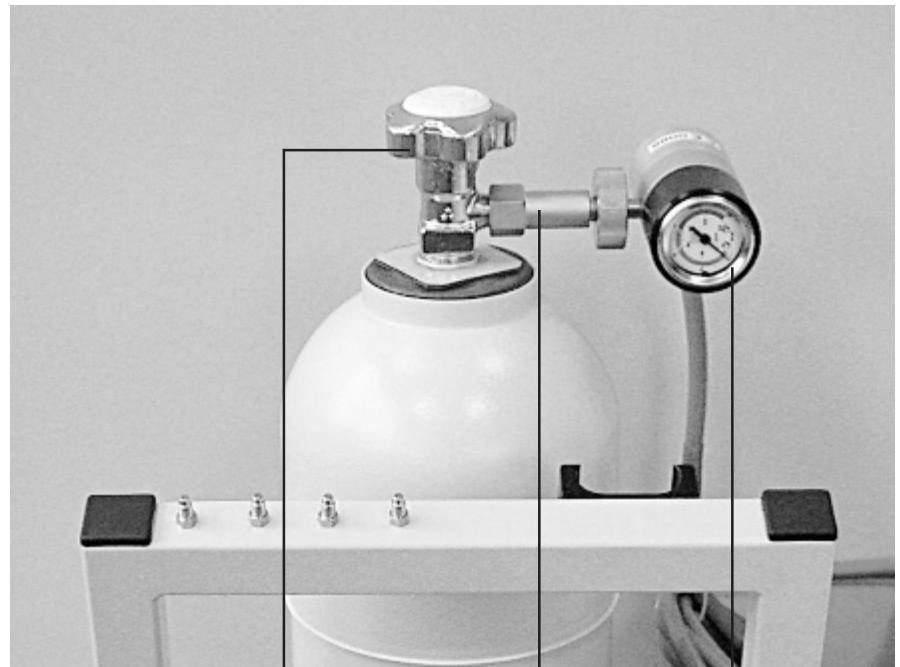

Рис.3.
5. Откройте вентиль газового баллона полностью (рис.3). На шкале манометра должен установиться уровень давления примерно 60 бар. Проверьте аппарат на возможные утечки.